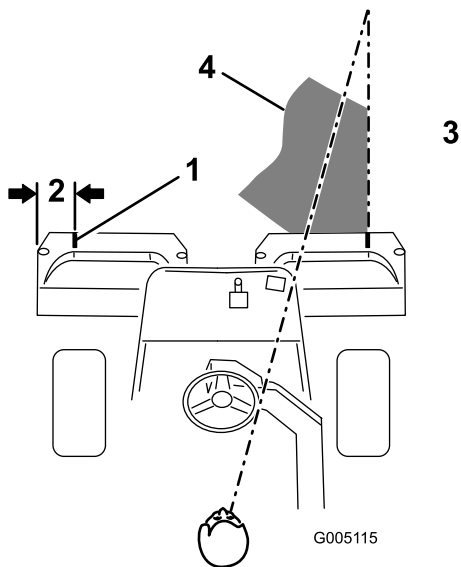

図 9
2. その位置に白色テープか白ペンキで集草箱の縁と平行に目印を入れる 図 9。